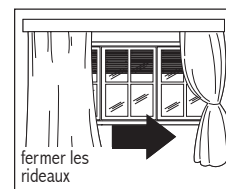

Fig. 12.
- Abritez la pièce de l'ensoleillement direct en fermant partiellement rideaux et/ou stores pour privilégier un fonctionnement plus économique de l'appareil (fig. 12);